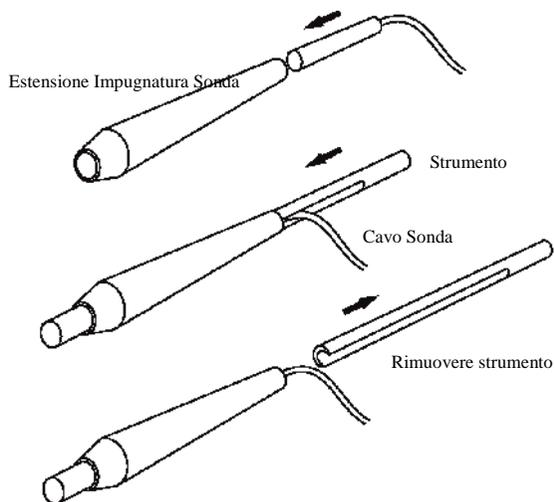

Figura 3-6 Sonda con Adattatore tonometro Goldman
1. Far scivolare l'adattatore verso l'estremità della sonda come mostrato nella Figura 3-6 sotto.